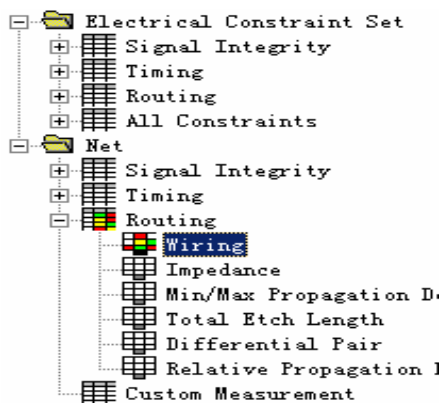

图 9-2 选择【Wiring】工作表
4. 选择【Net】文件夹【Routing】工作簿下面的【Wiring】工作表，请见图 9-2。